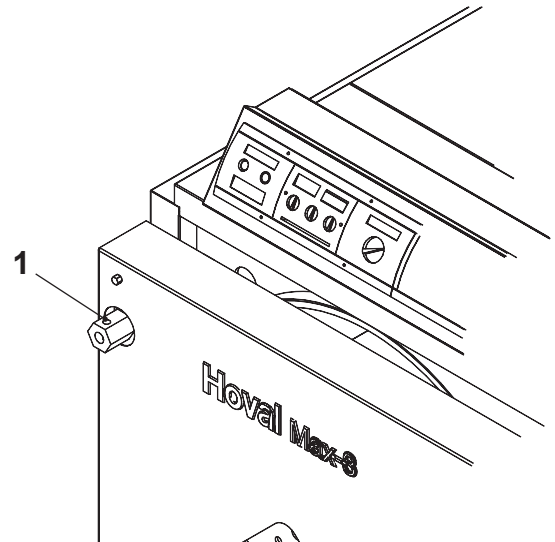

Fig. 24
- Dévisser les écrous à six angles du perçage (1, Fig. 24) à l'aide de l'outil livré.